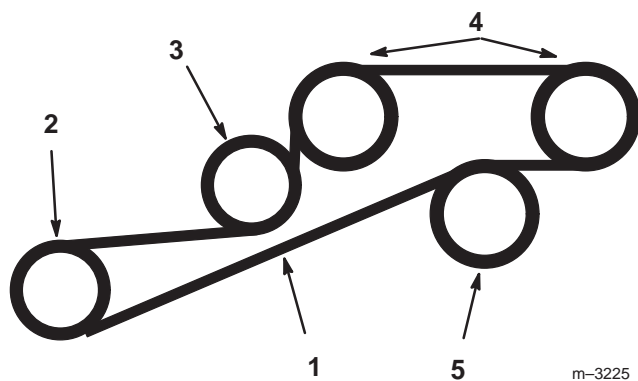

Bild 87
2. Ziehen Sie die unter Federdruck stehende Spannscheibe nach unten und entfernen den Fahrtriebsriemen, die permanent montierte Mitlaufscheibe und die Riemenscheiben der hydraulischen Pumpe (Bild 87) vom Motor. Entfernen Sie den Treibriemen über der Kupplung.
3. Legen Sie einen neuen Riemen über die Kupplung und um den Motor, die permanente Riemenscheibe und die Riemenscheiben an der Hydraulikpumpe (Bild 87).
4. Schieben Sie die unter Federdruck stehende Spannscheibe nach unten und fluchten den Fahrtriebsriemen aus. Lassen Sie die unter Federdruck stehende Spannscheibe los (Bild 87).